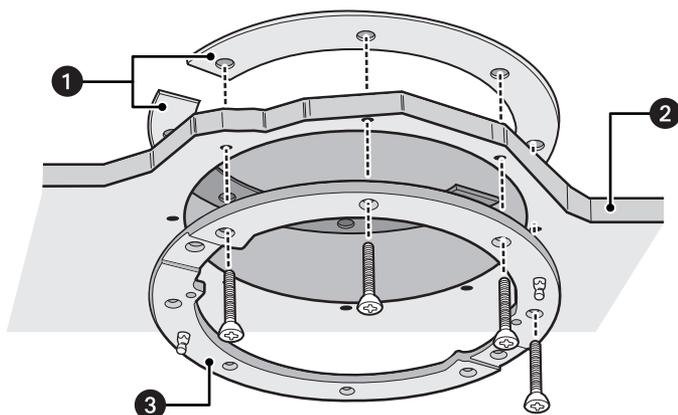

Figura 4. Instalação das placas
4. Instale as placas de montagem (consulte figura 4 na página 10). Use os oito parafusos de 10-32 x 3 polegadas (fornecidos) para instalar o anel de montagem e as duas placas traseiras de montagem.